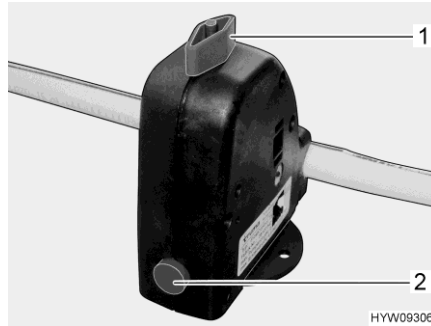

Bild 208 Säkerhets-/avtappningsventil (varmvattenberedare)
Varmvattenberedaren är utrustad med en säkerhets-/avtappningsventil (Bild 208). Säkerhets-/avtappningsventilen gör så att vattnet i varmvattenberedaren inte kallnar när det är frost och värmen inte är påslagen.
- Stäng säkerhets-/avtappningsventilen. Ställ vredet (Bild 208,1) diagonalt mot säkerhets-/avtappningsventilen och tryck in tryckknappen (Bild 208,2).
- Öppna säkerhets-/avtappningsventil. Vrid då vredet (Bild 208,1) mot säkerhets-/avtappningsventilen. Tryckknappen (Bild 208,2) skjuts ut. Nu töms varmvattenberedaren via säkerhets-/avtappningsventilen utomhus.